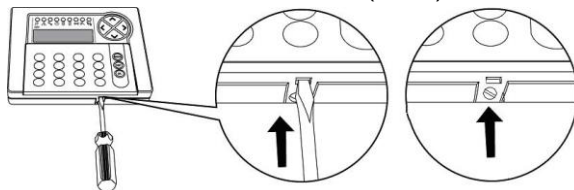

Abb. 1
Die Tastatur öffnen, indem man mit einem Schlitzschraubenzieher an der im Bild gezeigten Stelle einen leichten Druck ausübt, um den Schließhaken auszurasen (Abb. 1).
- Die Tastatur mit der mitgelieferten Schraube wieder schließen (G - Abb. 1)